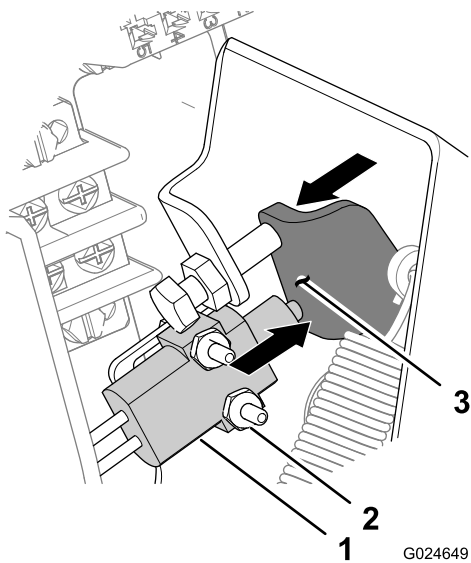

Bild 47
4. Heben Sie das Gaspedal zum Flansch des Gaspedal-Arms gegen den Anschlag an und bewegen Sie den Unterbrecherschalter in den Schlitz nach hinten und oben, bis der Kolben des Schalters ganz ausgefahren ist (Bild 46 und Bild 47).